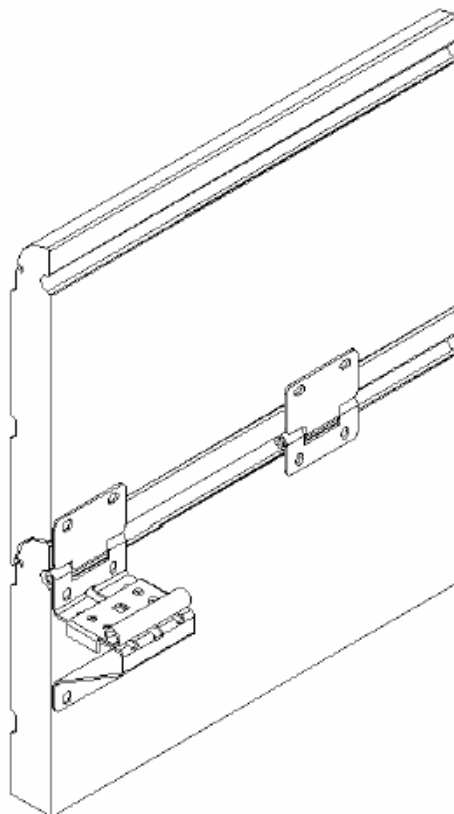

Figure 16
20. Placez les autres panneaux et vissez les charnières latérales et intermédiaires (montage préalable éventuel) sur les panneaux avec des parkers (1055BV) (Figure 16).